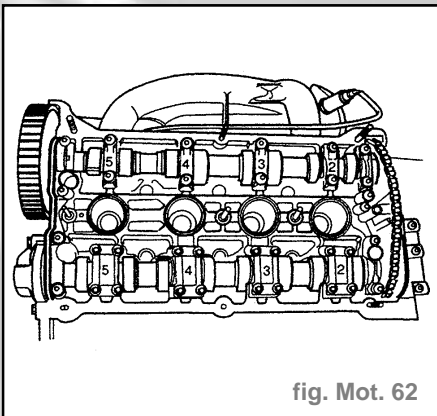

fig. Mot. 62
- Commencer par déposer les chapeaux de palier **3** et **5** des arbres à cames d'admission et d'échappement (fig. Mot. 62).